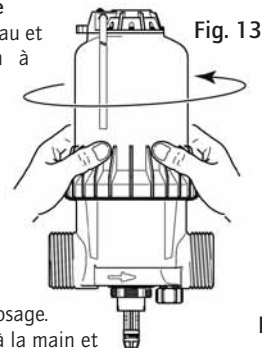

Fig. 13
- Dévisser la cloche à la main et la retirer (Fig. 13).